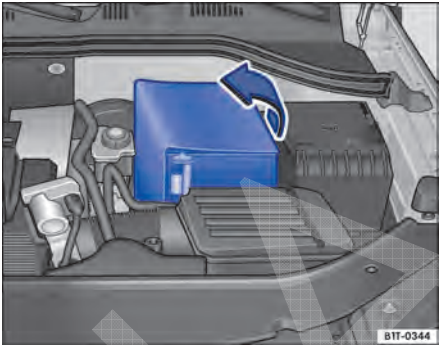

Fig. 228 No compartimento do motor: rebater a capa da bateria do veículo (versão 2).
- Com uma guarnição: rebater a cobertura para fora no sentido da seta ⇒ Fig. 228.